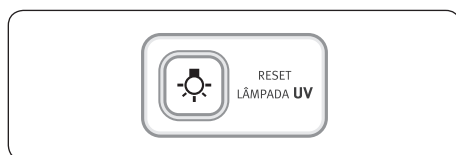

Figura 11
5. Coloque o plugue do aparelho na tomada e pressione o botão "RESET LÂMPADA UV" conforme botão indicado na figura 11.